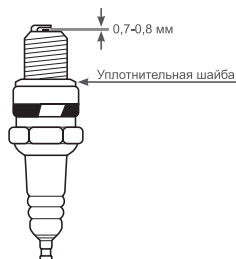

Рис. 18 Зазор между электродами свечи зажигания
4. Измерьте зазор между электродами свечи зажигания специальным щупом. Зазор должен быть $0,7-0,8$ мм (Рис. 18). При увеличении, или уменьшении требуемого зазора, рекомендуется заменить свечу, так как регулировка зазора может привести к изменению качества искрообразования.